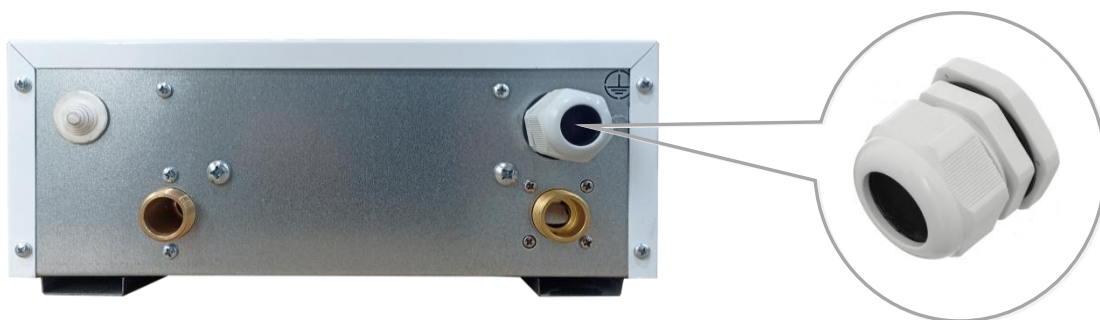

Рис. 9 Кабельный ввод
- Кабель питания прокладывается через кабельный ввод в нижней части электрокотла (См. Рис. 9).